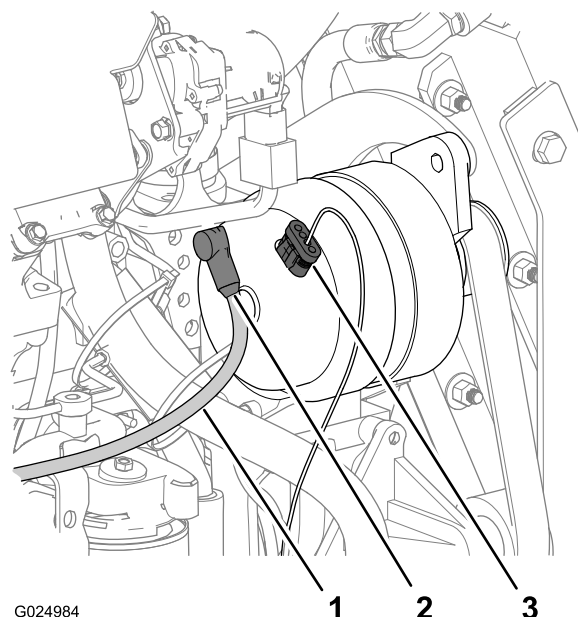

Figura 115
1. Nell'alternatore, fate scorrere il cappuccio via dal morsetto e dal prigioniero sul retro dell'alternatore (Figura 115).
3. Rimuovete il connettore a 4 prese per il filo di rilevamento della tensione dal connettore a 4 pin sopra l'alternatore (Figura 115).
2. Collegare il connettore a 4 prese per il filo di rilevamento della tensione al connettore a 4 pin sopra l'alternatore (Figura 115).
3. Assemblare il morsetto del filo di carica sul prigioniero sul retro dell'alternatore (Figura 115).
5. Allineare il cappuccio del filo di carica sul morsetto e sul prigioniero (Figura 115).